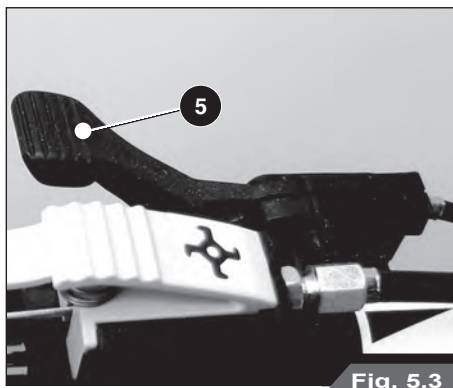
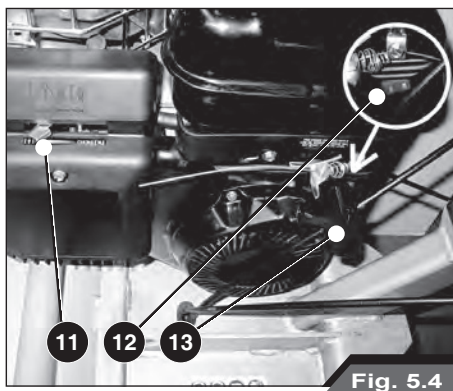

Fig. 5.3
Fig. 5.4
- Portare il manettino comando gas (5) a metà corsa (Fig. 5.3).
- Predisporre la falciatrice a flagelli per l'accensione agendo sulla Levetta Starter (11) per motori a benzina. Consultare il libretto uso e manutenzione del motore.
- Posizionare l'interruttore motore ON/OFF su **ON** (12, Fig. 5.4).
- Afferrare la maniglia dell'avviamento motore (13), tirate delicatamente in modo da favorire l'aggancio dell'ar-pionismo. Successivamente date un energico strattone, se necessario potete aiutarvi appoggiando il piede sulla ruota per imprimere maggiore forza. Ripetete questa operazione dando sempre colpi secchi e decisi sino all'accensione del motore.